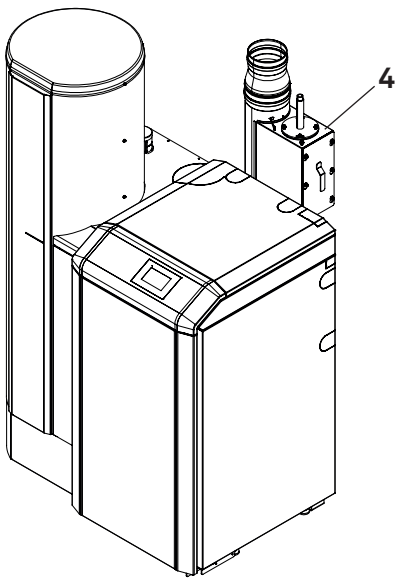

Fig. 75 Filtri elettrostaci nel tubo dei gas combusti
- Se nel tubo dei gas combusti è montato un filtri elettrostaci (Fig. 75), controllare che non sia sporco e, se necessario, pulirlo (vedere il manuale separato per il filtri elettrostaci).